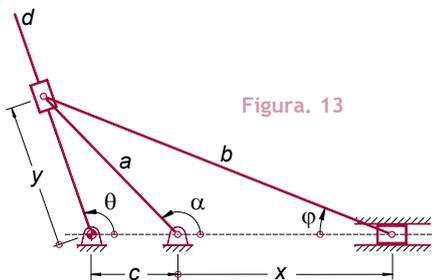

Figura. 13
13. No mecanismo da **figura 13**, a entrada se faz pela barra **d**, sendo conhecidos portanto  $\theta$ ,  $\theta$  e  $\theta$ , determine as expressões para deslocamento, velocidade e aceleração da barra **e** que está associada à coordenada **x**.